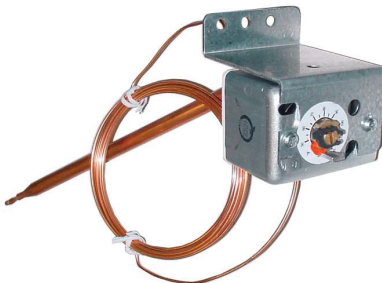

Figure 15. Thermostat de conduit monté sur unité
- **Ductstat avec tube capillaire (option AG3) :** Le thermostat de conduit monté sur l'unité (voir Figure 15) offre une plage réglable de 0°F à 100°F (-17.8°C à 37.8°C) avec une température différentielle fixe de 3°F (1.7°C). La sonde est préréglée en usine à 70°F (21.1°C). En raison des différents réglages de débit d'air (CFM) et des températures de l'air extérieur, la température moyenne de sortie en aval pourrait ne pas correspondre exactement au réglage du thermostat de conduit. Une fois l'installation terminée, ajustez le point de consigne du thermostat de gaine afin d'obtenir la température moyenne de sortie souhaitée.